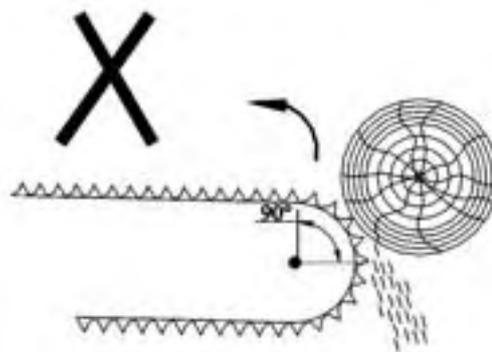

Рисунок 16
- б) Не пилить концевой частью пильной шины, с целью исключения возможности отдачи (рисунок 16);